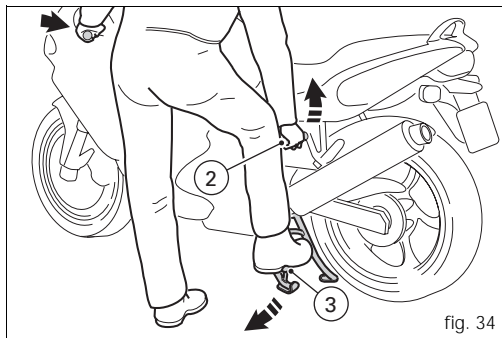

fig. 34
Tenez la poignée gauche de votre main gauche et la poignée d'arrimage (2, fig. 34) de l'autre main. Appuyez votre pied droit sur la surface d'appui (3) de la béquille centrale, jusqu'à l'amener au contact du sol. En même temps, à l'aide de la poignée de service, tirez le motorcycle en arrière et vers le haut.